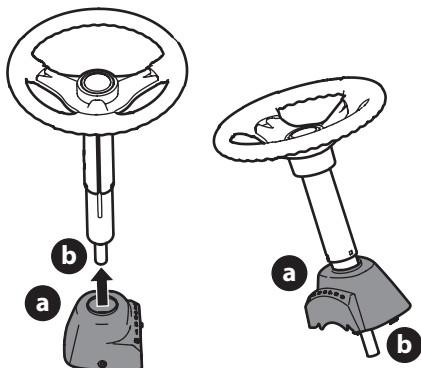

Figure 3
1. Faites glisser le capuchon sur la colonne de direction de façon que, lorsque l'arbre de direction est installé sur la tondeuse à siège, le capuchon se présente comme ci-dessous (Figure 3).